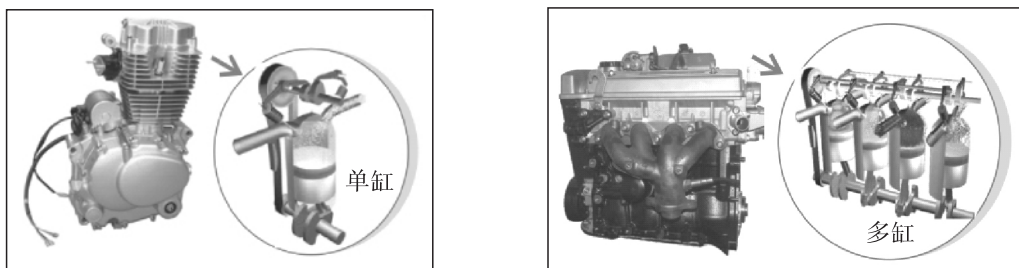

图 1-8 单缸和多缸发动机
(4) 按照汽缸数的不同，可以分为单缸发动机和多缸发动机，最常见的是_____缸发动机，如图 1-8 所示。